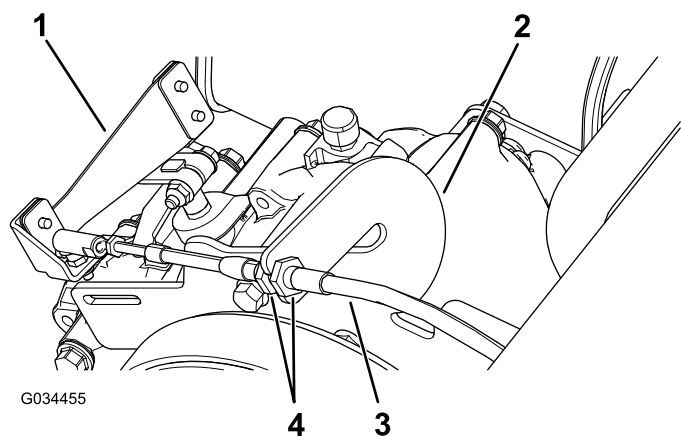

Figure 60
1. Desserrez les écrous de blocage sur le câble de sélection et ajustez-les selon les besoins (Figure 60).
- Vérifiez la position de l'inverseur de marche en tournant le levier aux 3 positions différentes et vérifiez que le levier (Figure 60) passe aux différentes positions correctement ; voir Levier et indicateur d'inverseur de marche (page 13).